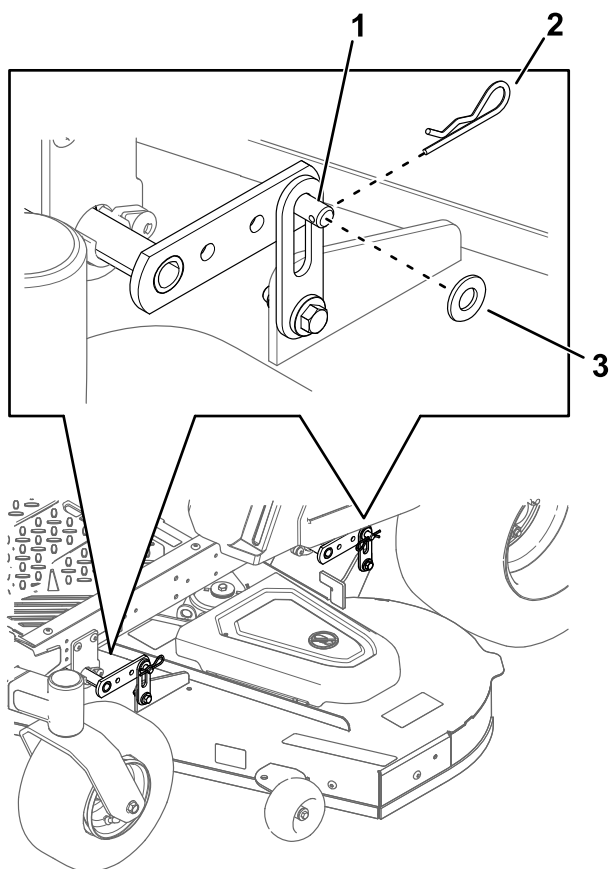

Figure 64
- 5. Aux 4 coins du tablier, retirez la goupille fendue et la rondelle de l'axe (Figure 64).
6. Soulevez l'arrière du tablier de coupe et fixez les pattes de support du tablier arrière aux axes du tablier (Figure 64).
7. Fixez les pattes de support avant du tablier aux axes avant (Figure 64).
8. Sécurisez les axes du tablier avec les goupilles fendues et les rondelles retirées précédemment (Figure 64).